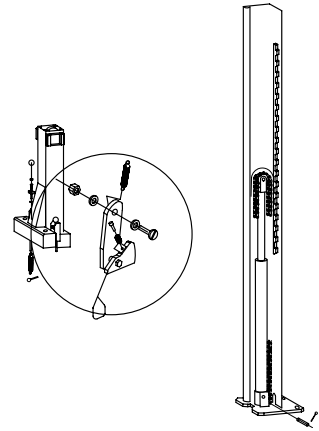

Рисунок 7 - Крепление каретки к цепи
- Установите цилиндры. Опустите цилиндр в каждую каретку по центру опорной плиты. Убедитесь, что пятка на основании цилиндра вписалась в центральное отверстие опорной плиты. Наденьте цепь на шкивы на вершинах цилиндров (рис. 7).
- Установите насосную станцию как показано на (рис. 7).